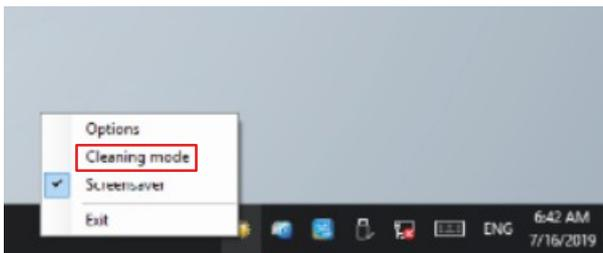

Abb. 8: CP69xx_Auswahl Cleaning Mode
3. Wählen Sie den „Cleaning Mode“ aus (siehe Abb. 8).
| Abb. 8 | CP69xx_Auswahl Cleaning Mode..... | 25 |